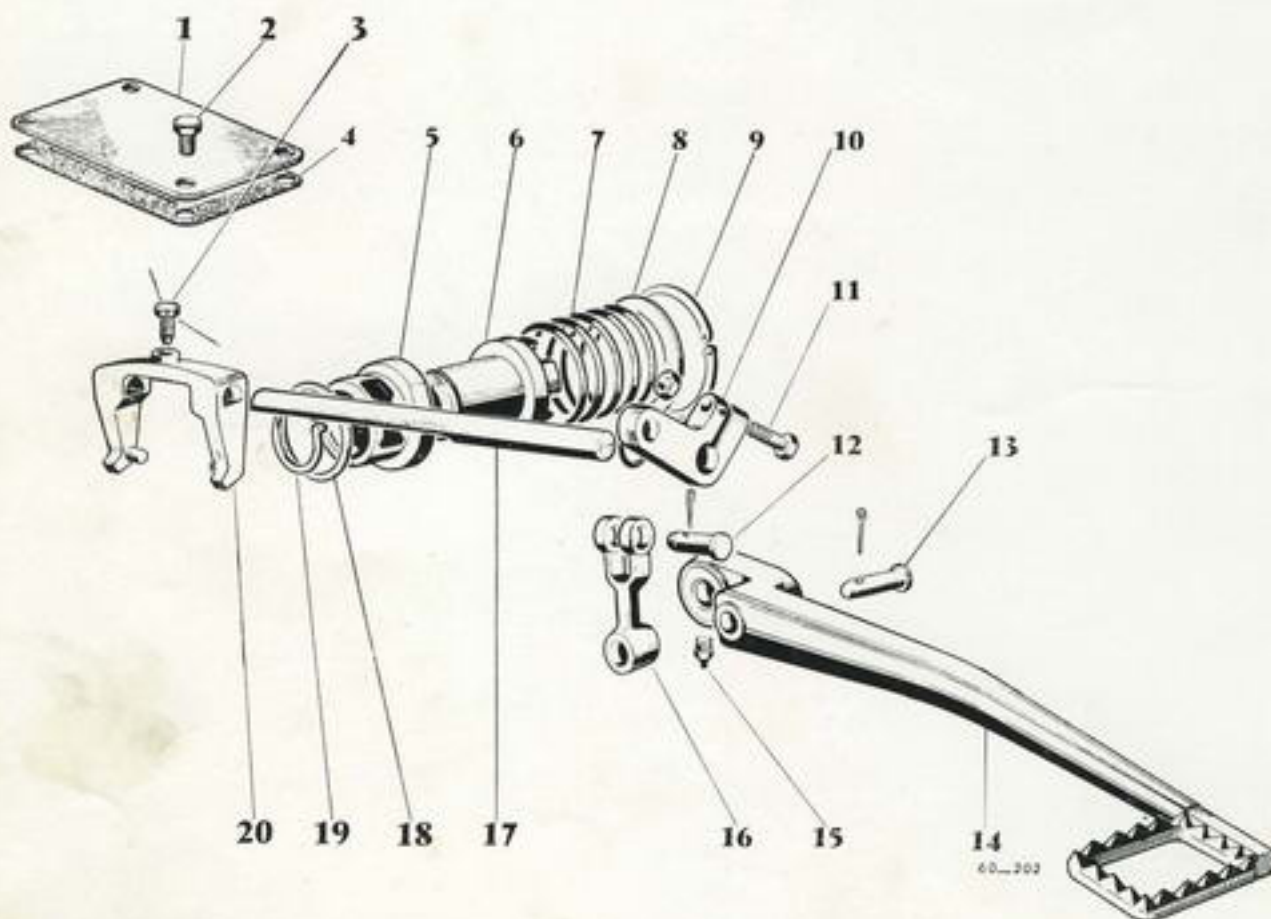

Fig. 6
- Le dispositif de blocage de différentiel est constitué par un crabot baladeur (6. Fig. 6) sur l'axe d'essieu droit.
La fourchette de commande (20. Fig. 6) est actionnée par la pédale (14. Fig. 6) pour
le blocage; le retour du crabot, est automatique grâce à l'action du ressort de rappel (7. Fig. 6).
- Le réglage du blocage de différentiel s'obtient en desserrant la vis (11. Fig. 6) de levier de commande et en positionnant la pédale de manière à ce que le blocage soit effectif dès que le patin de pédale est en contact avec le marchepied (Fig. 8). Contrôler l'action effective du crabot par la plaque de visite (1. Fig. 6) à la partie supérieure de la trompette.
La trompette droite étant déposée, extraire le circlips (9. Fig. 6) la rondelle d'appui (8. Fig. 6) le ressort (7. Fig. 6 et le crabot (6. Fig. 6).
La dépose de l'axe de fourchette de commande (20. Fig. 6) du manchon (5. Fig. 6) et de la tringle relais (16. Fig. 6) ne présente aucune difficulté.
Au remontage ne pas omettre de freiner la vis d'arrêt (3. Fig. 6) qui doit être serrée au couple de 0,7 à 0,8 m.kg et procéder au réglage comme indiqué plus haut.
- Extraire la goupille supérieure de la biellette de renvoi du blocage de différentiel. Enlever l'axe (12, fig. 6).
- Desserrer l'écrou de serrage du levier coudé de l'axe de fourchette et enlever le levier (10, fig. 6).